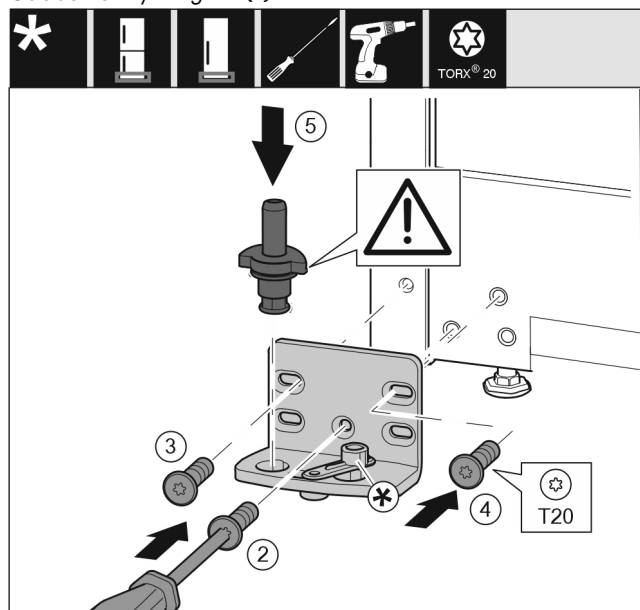

Fig. 15
- ▶ Ložiskovú konzolu nasadte na druhú stranu a priskrutkujte ju pomocou skrutkovača T20. Začnite skrutkou 2 dole v strede. Fig. 15 (2)
- ▶ Pevne zaskrutkujte skrutku 3 a 4. Fig. 15 (3,4)
- ▶ Ložiskový čap úplne nasadte. Dbajte pritom na to, aby zaistovací doraz ukazoval smerom dozadu. Fig. 15 (5)